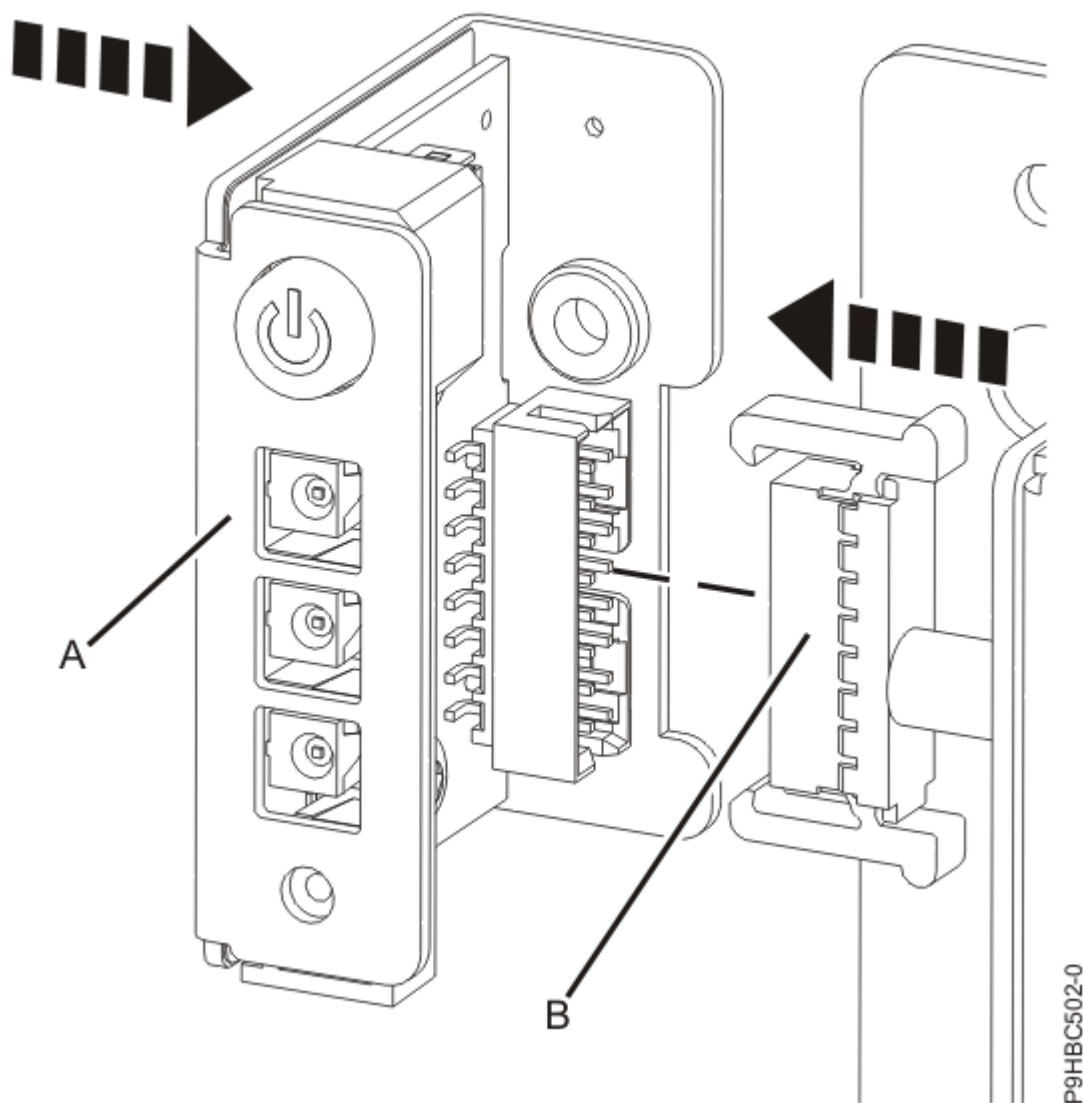

図 71. ラック・マウント型システムのコントロール・パネルおよびケーブルの接続
2. コントロール・パネル (A) をコントロール・パネル・ケーブル (B) に接続します (75 ページの図 71 または 76 ページの図 72 を参照)。